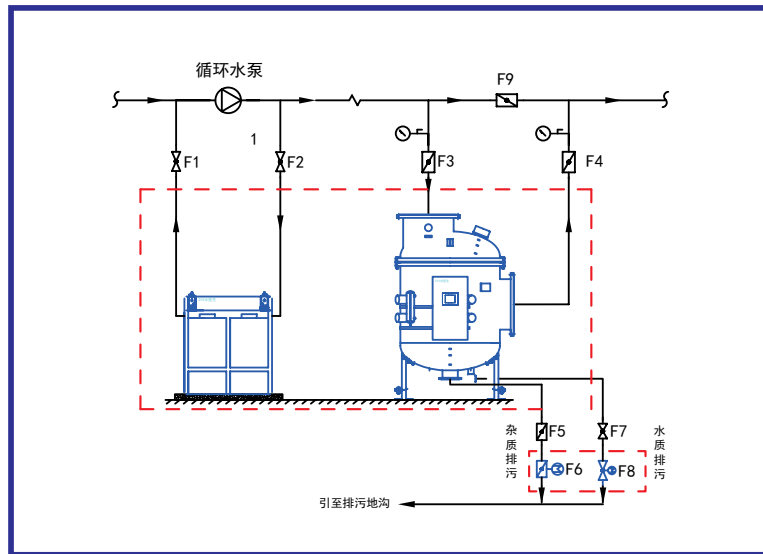

图1 物化水处理器系统管路连接原理图
物化水处理器由两个实体设备处理单元组成，供货范围为图1虚线框内蓝色部分，虚线框外的阀门及管路用户需自行购置。
C. 用户必须按照图1（物化水处理器系统管路连接原理图）进行设备与系统管路的连接；